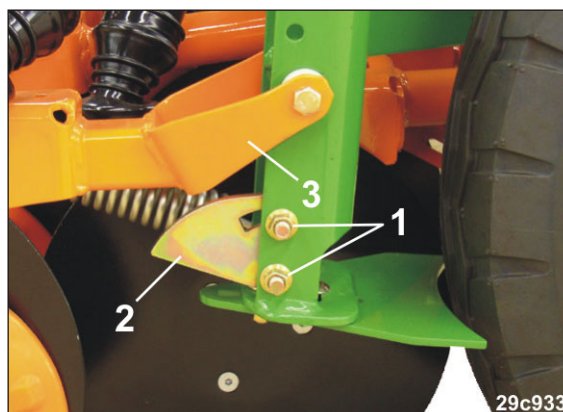

Fig. 178
2. Solte as porcas (Fig. 178/1).
3. Regule a profundidade de deposição da semente da relha exterior (Fig. 178/3) ao rodar o disco de cames (Fig. 178/2).